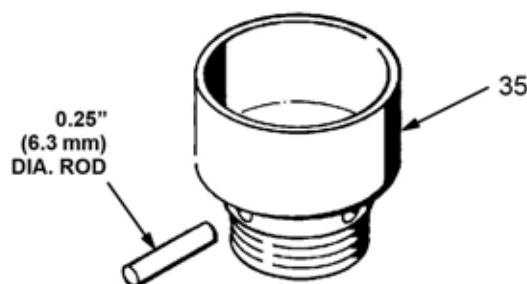

FIG. 4
Se till att tätningsmuttern/våtkoppen är halvfyllt med Graco halstätningsvätska (TSL) eller lämpligt lösningsmedel för att förlänga tätningens livstid. Justera tätningsmuttern (35) varje vecka så att den är lagom åtdragen för att hindra läckage. Dra inte åt den för hårt. Utför **Tryckavlastningsprocedur**, sidan 9, innan du justerar tätningsmuttern. Dra sedan åt muttern med en skiftnyckel eller en stång med en diameter på 6,3 mm (0,25 tum) diameter. Se bild 4.